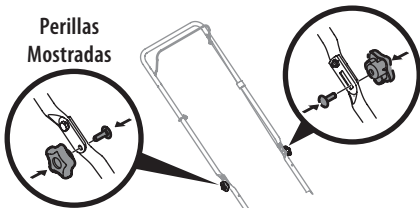

Figura 5
7. Vuelva a colocar las perillas o tuercas de mariposa retirados en el Paso 2 en los orificios inferiores de la manija (Figura 5).